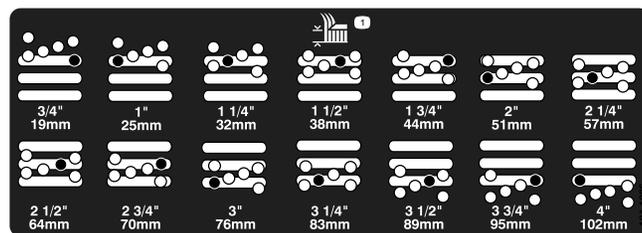

Figura 9
5. Mova a câmara para a altura de corte desejada e instale a cunha no orifício e ranhura da altura de corte designada (Figura 9).